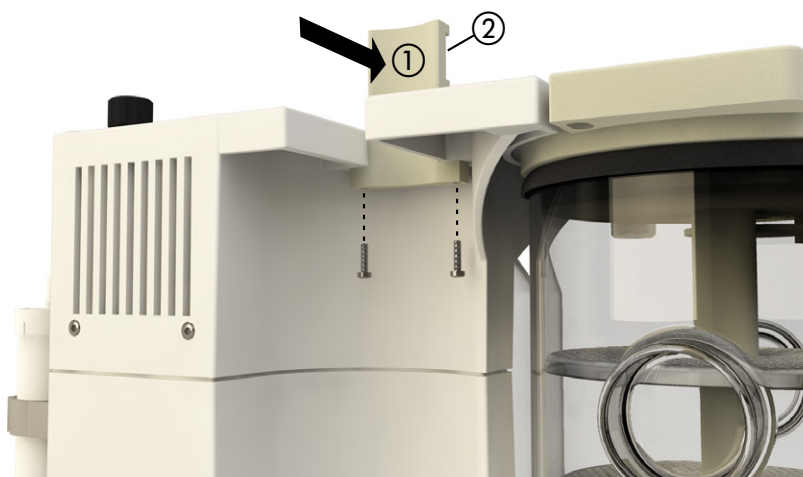

Fig. 5.5 : Fixation de la plaque support
- Si la plaque support ① du condenseur n'est pas encore installée, la glisser dans le boîtier et la fixer à l'aide des deux vis par dessous. La rainure ② doit être orientée dans la direction opposée à l'ouverture dans le boîtier (voir figure 5.5).